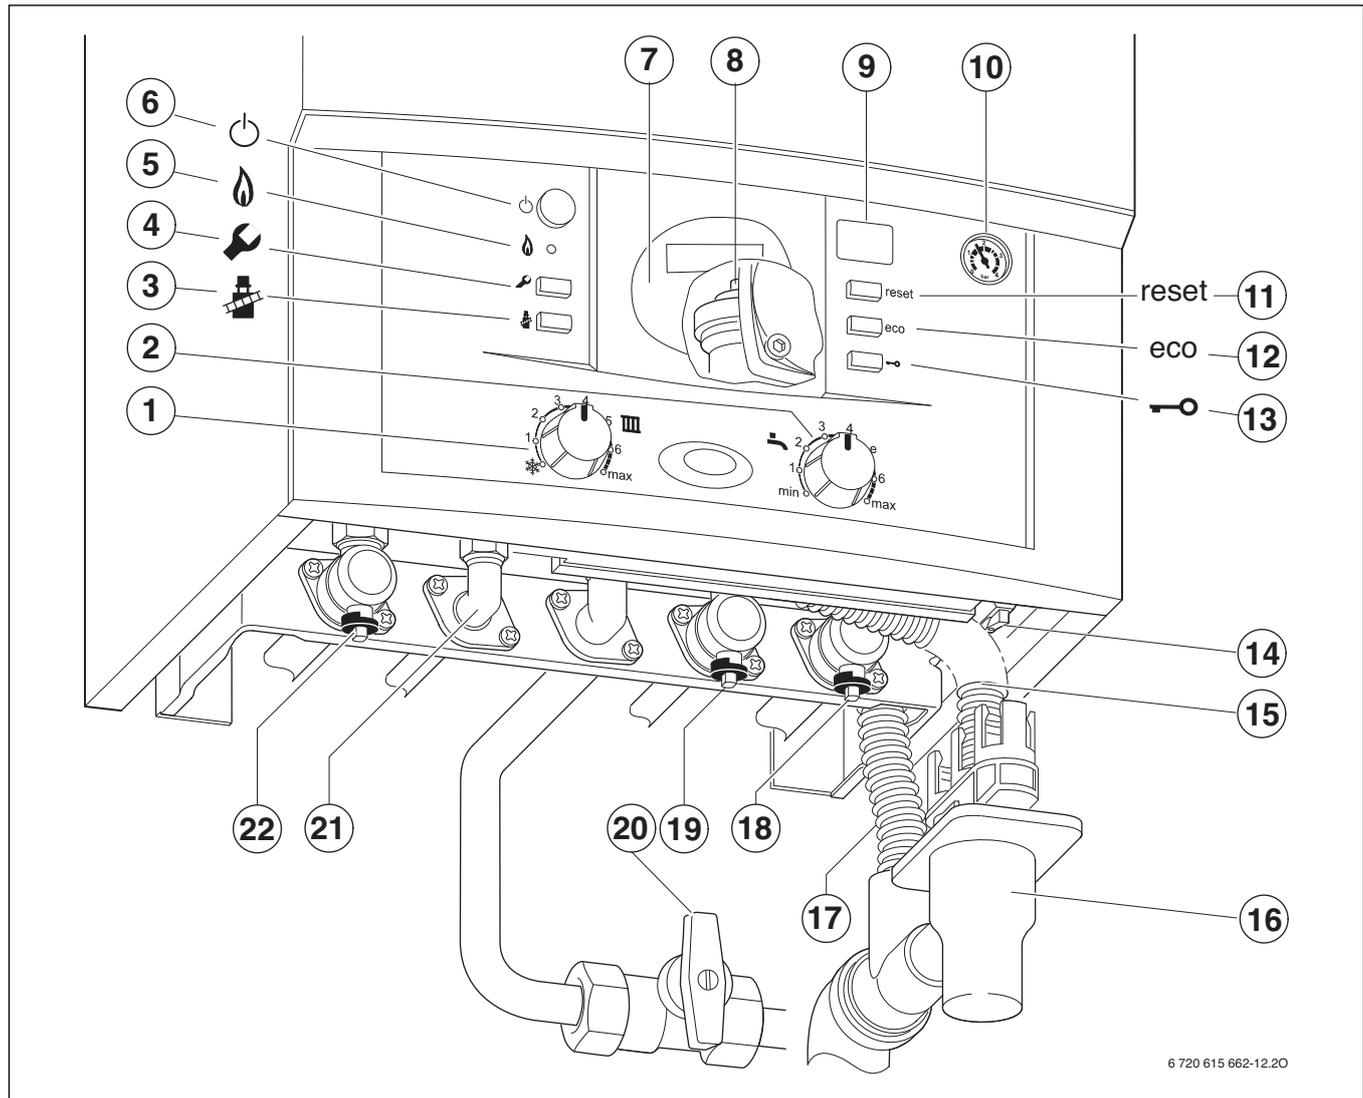

Fig. 20
- Abrir las llaves de impulsión y de retorno de la calefacción (18 y 22, fig. 20), llenar la instalación de la calefacción a 1 - 2 bar y cerrar la válvula de llenado.
- Abrir la llave del gas (20).